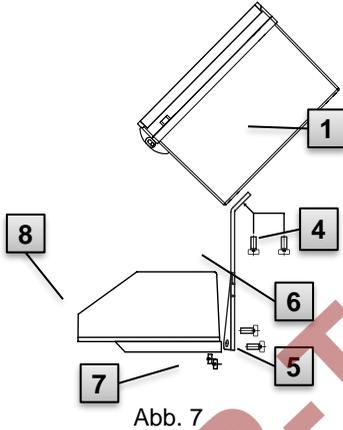

Abb. 7
1. Befestigen Sie mit Hilfe zweier Zylinderschrauben M5 x 10 mm (Abb. 7: **4**) den Anbauwinkel (Abb. 7: **6**) an den EK280 (Abb. 7: **1**).
3. Bringen Sie den Anbauwinkel mit Hilfe zweier Vierkannmutter M5 (Abb. 7: **7**) und zweier Zylinderschrauben M5 x 10 mm (Abb. 7: **5**) an der Rückseite des Zählerwerkskopfes (Abb. 7: **8**) an.